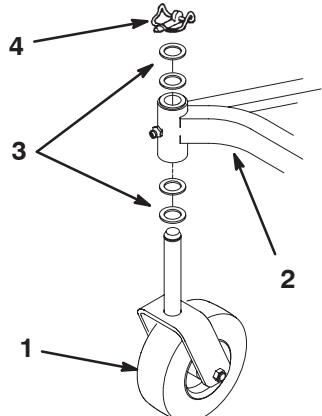

Bild 4
- Nehmen Sie den Klappstecker und die zwei Druckscheiben an jedem Laufrad ab. Lassen Sie zwei Druckscheiben auf jeder Welle. Setzen Sie die Wellen in das Rahmenbefestigungsrohr und setzen Sie die Druckscheiben und den Klappstecker ein (Bild 4).